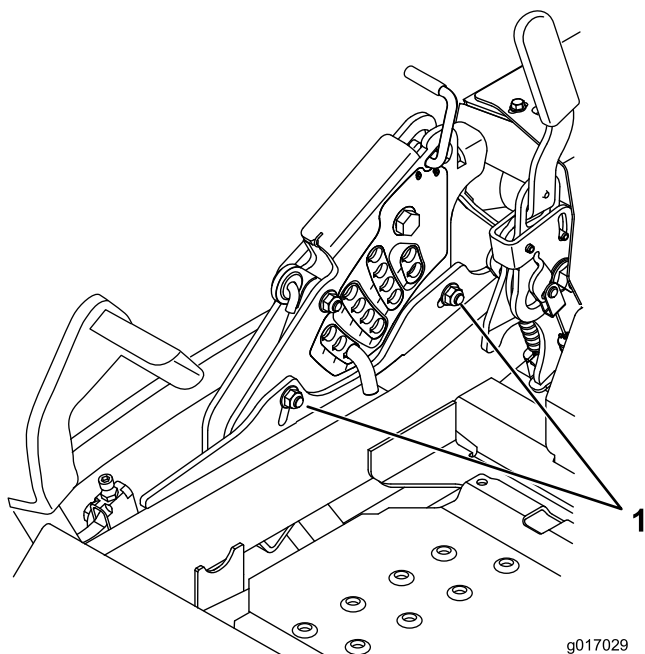

Bild 87
12. Zum Einstellen der zentralen Einstellung lösen Sie die zwei Schrauben unten an der Schnitthöhenplatte. Siehe Bild 87.
14. Ziehen Sie die Schrauben unten an der Schnitthöhenplatte an (Bild 87). Ziehen Sie sie auf 37 bis 45 Nm an.